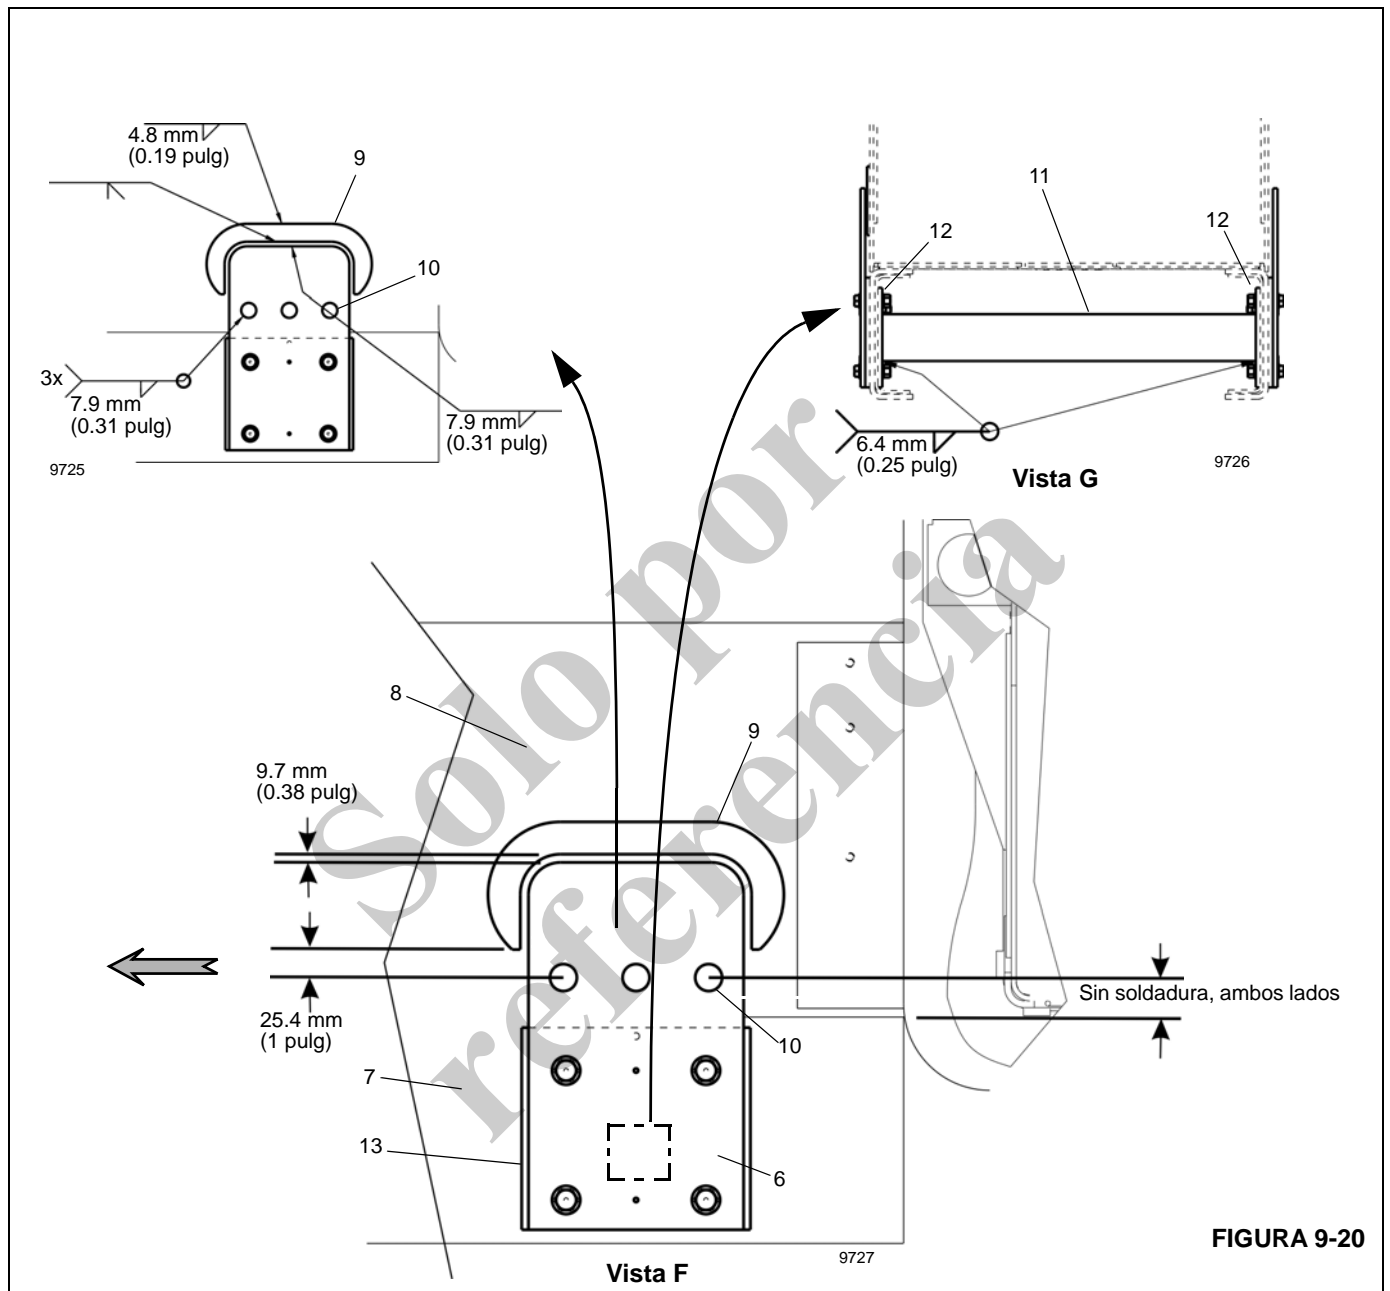

FIGURA 9-20
Vea la Figura 9-20 para los pasos siguientes.
7. Ubique y suelde la placa de la tira trasera (7, vista F) y la placa del collar (9, vista F) al bastidor de la caja de torsión (8). Vea la Figura 9-20 para las dimensiones de localización y los requisitos de soldadura.
8. Corte la traviesa (11, vista G) para que calce dentro del chasis del camión; asegúrese de incluir el ancho de las dos placas de extremo (12).
10. Coloque el conjunto de traviesa soldado en el chasis del camión, en el centro de ambas placas de tira (6), y súeldelo por puntos al chasis del camión.